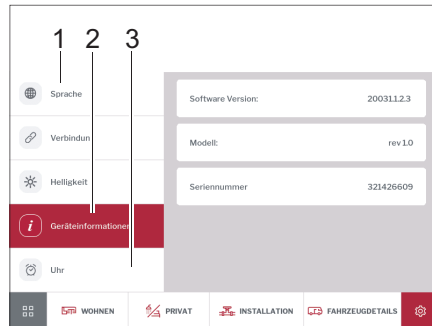

Bild 283 Sprache, Geräteinformationen, Uhrzeit
- Auf Schaltfläche *Sprache* (Bild 283,1) tippen und gewünschte Displaysprache einstellen.
- Auf Schaltfläche *Uhr* (Bild 283,3) tippen und Uhrzeit einstellen.
- Auf Schaltfläche *Geräteinformationen* (Bild 283,2) tippen. Es erscheinen Informationen zum Gerät (Software Version, Modell und Seriennummer).